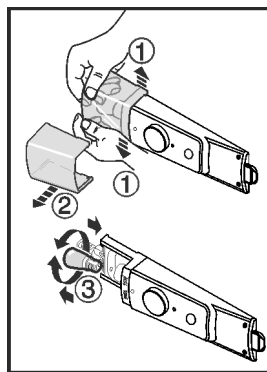

Fig. 11
- ▶ Kryt světla podle obrázku uvnitř v přední části tlačte od sebe Fig. 11 (1) a vytáhněte do strany Fig. 11 (2).
- ▶ Vyměňte žárovku. Fig. 11 (3)